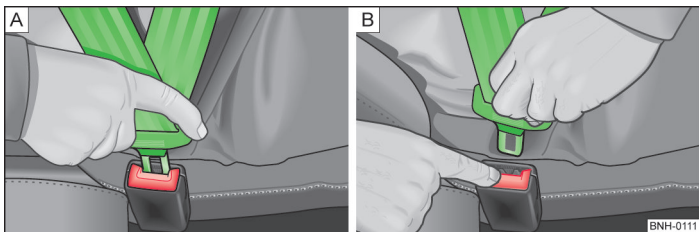

Abb. 113 Sicherheitsgurt anlegen / ablegen
- › Die Schlosszunge in das zum Sitz gehörende Gurtschloss stecken, bis diese hörbar einrastet » Abb. 113 - A.
- › Die rote Taste im Gurtschloss » Abb. 113 - B drücken, die Schlosszunge springt heraus.